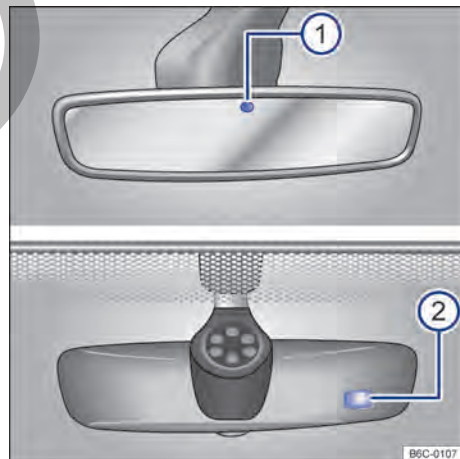

Fig. 76 En el parabrisas: espejo retrovisor interior antideslumbrante automático.
Con el encendido conectado, los sensores miden la incidencia de la luz atrás → fig. 76 ① y adelante ②.